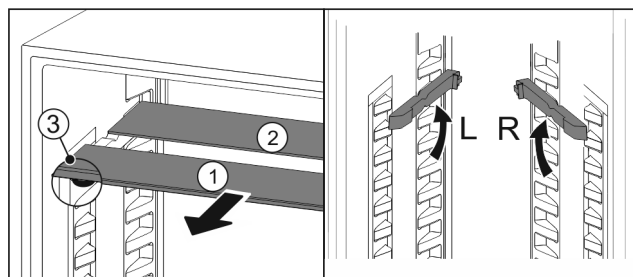

Fig. 81
- Skleněné desky jednotlivě vytáhněte dopředu Fig. 81 (1).
- Skleněná deska Fig. 81 (1) s ozdobnou lištou leží vpředu.
- Zarážky Fig. 81 (3) směřují dolů.